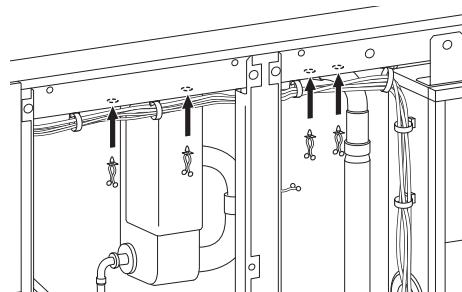

図 7
- ② ユニットの上部フレームに開いている穴 (4 カ所) に 8 の字固定具 (付属品) を取り付けてください。(図 7)